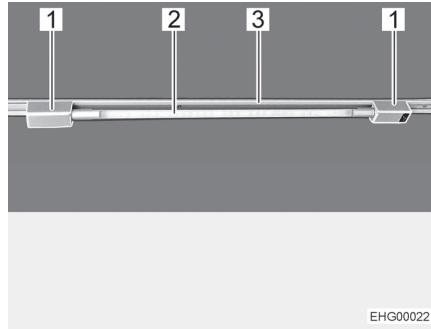

Fig. 26 Tube luminescent
- Placer les deux supports (Fig. 26,1) dans le rail (Fig. 26,3). Tourner pour ce faire les support de 90°.
- Ficher le corps de la lampe (Fig. 26,2) dans un des supports.
- Tourner le corps de la lampe (Fig. 26,2) jusqu'à obtenir l'effet lumineux désiré.